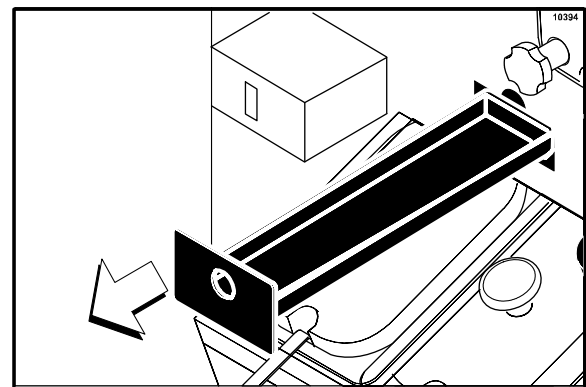

Abbildung 106
9. Die lange Tropfschale aus der vorderen Verkleidung ausbauen. Zur Reinigung zum Spülbecken bringen. (Siehe Abbildung 106.)